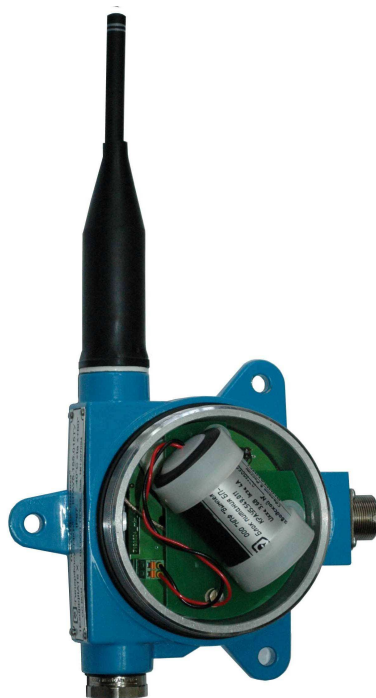

Рисунок 2
1.2.3 При снижении остаточного заряда ниже 10 % блок питания необходимо заменить в течение 10 сут (информация об остатке заряда встроенного блока питания передается на верхний уровень). Последовательность действий при замене встроенного блока питания (см. рисунок 2):